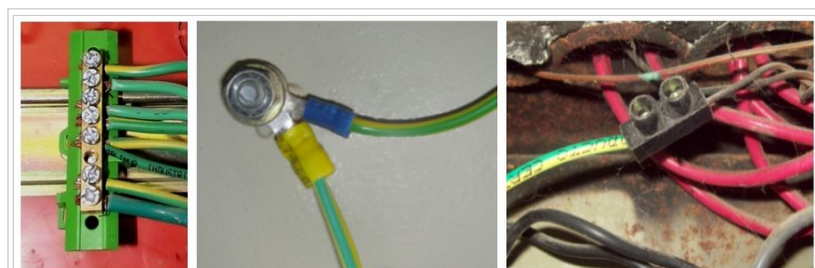

Fig. 1 : Conexión de tierra
- En los casos en que el tablero del cual se toma energía cuente con una bornera de tierra, el conductor de tierra de la nueva derivación se conectará a una de las posiciones libres de dicha bornera (Fig. 1 izquierda).
- Si el tablero cuenta únicamente con un tornillo con tuercas en el cual se unifican las tierras de las distintas derivaciones, la tierra de la nueva derivación se conectará mediante un terminal de compresión (tipo anillo) adecuado al tornillo existente (Fig. 1 centro).
- Si el tablero no cuenta con ninguna de las soluciones antes mencionadas deberá identificarse el conductor principal de tierra y sin cortar el mismo se le colocará una pieza de unión (del tamaño apropiado en función de la sección del conductor), y a dicha pieza se conectará el conductor de tierra de la nueva derivación (Fig. 1 derecha).